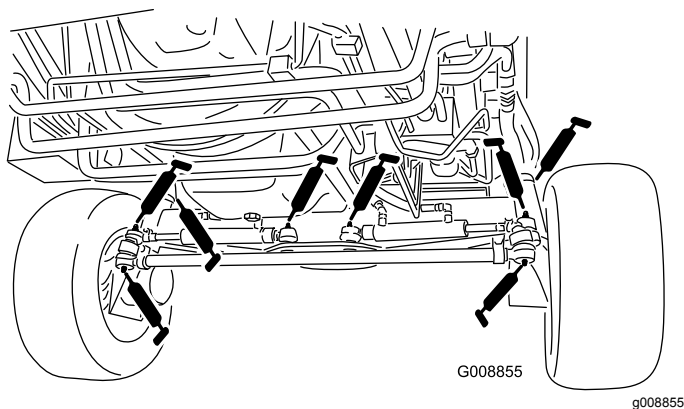

Figura 78
- 4 rótulas de cilindros de dirección (Figura 78)
- 2 rótulas de barras de acoplamiento (Figura 78)
- 2 casquillos de pivotes de dirección (Figura 78)